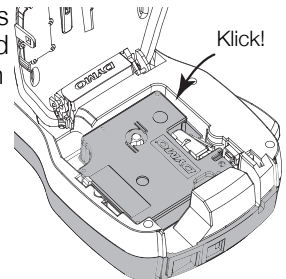

Abbildung 4
- 4 Drücken Sie vorsichtig aber fest, bis die Kassette einrastet. Siehe Abbildung 4.